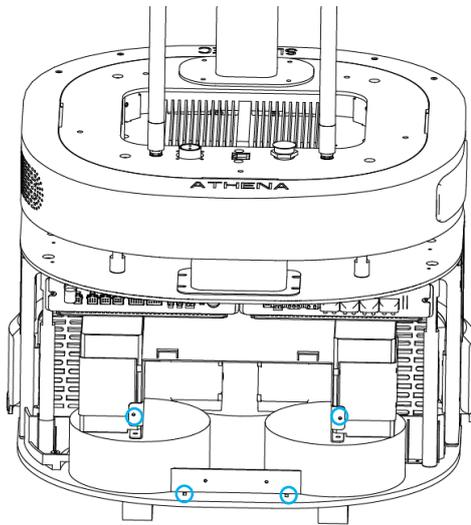
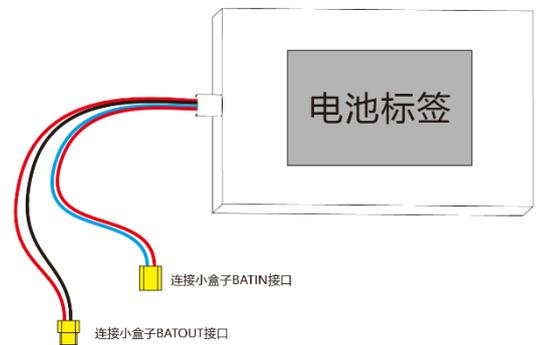

图 14
图 15
2. 如图 14 所示，将蓝圈所示的 4 枚 M3*5 圆柱头内六角螺钉移除，然后取下电池盖，图 15 所示为准备装入电池仓的电池。